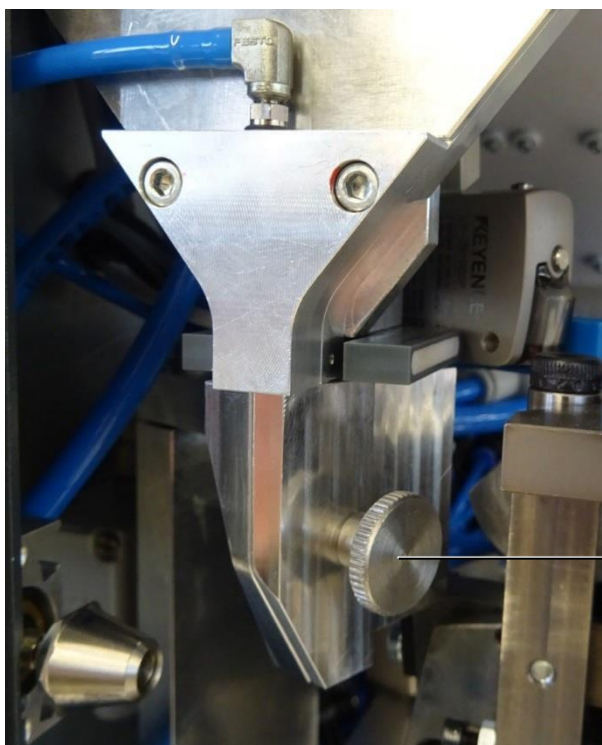

图 17: 直落管
- 移除直落管的盖板。为此，松开滚花螺栓（图17，项号1）。